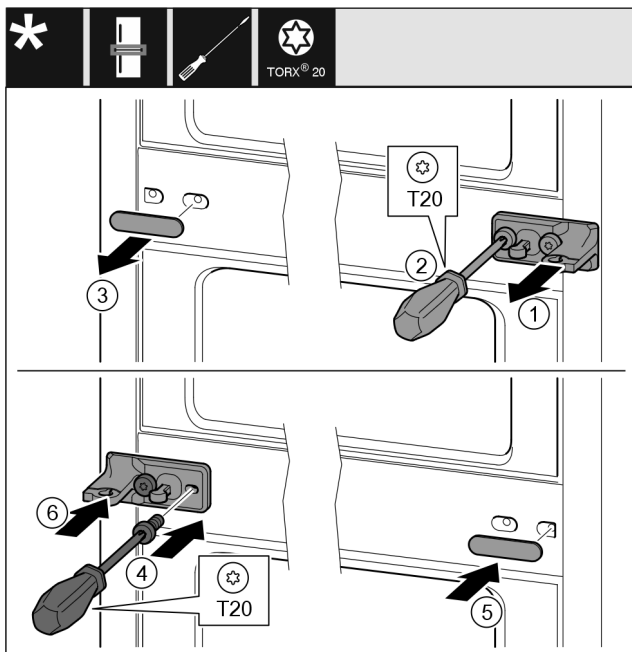

Fig. 41
- Scheibe Fig. 41 (1) abziehen.
- Schrauben Fig. 41 (2) mit Schraubendreher herausdrehen.
- Abdeckung Fig. 41 (3) vorsichtig abziehen.
- Lagerbock mit Folie Fig. 41 (4) um 180° gedreht auf der anderen Seite fest anschrauben.
- Abdeckung Fig. 41 (5) um 180° gedreht auf der anderen Seite anbringen.
- Scheibe Fig. 41 (6) von vorn aufschieben.